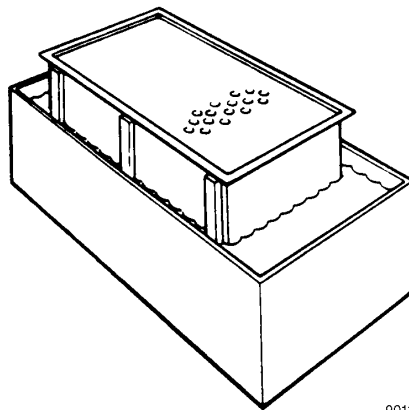

FIGURA 5-6. LAVADO Y REMOJO DE LA SECCIÓN DEL PREDEPURADOR
2. Suelte las abrazaderas y saque el colector de polvo (1) de la sección del predepurador. Lave el colector de polvo con una solución de agua y jabón líquido.
3. Sumerja la sección del predepurador en una solución de Donaldson D-1400 y agua tibia (vea la Figura 5-6). Mezcle la solución de acuerdo a las indicaciones del empaque. La sección del tubo debe estar abajo. Remoje la sección del predepurador durante 30 minutos y luego sáquela de la solución. Enjuáguela completamente con agua fresca y séquela.